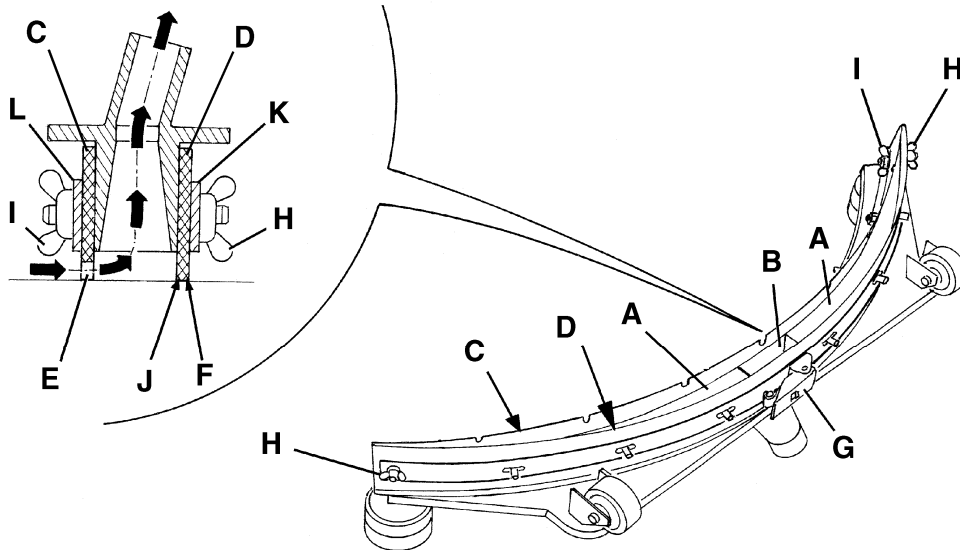
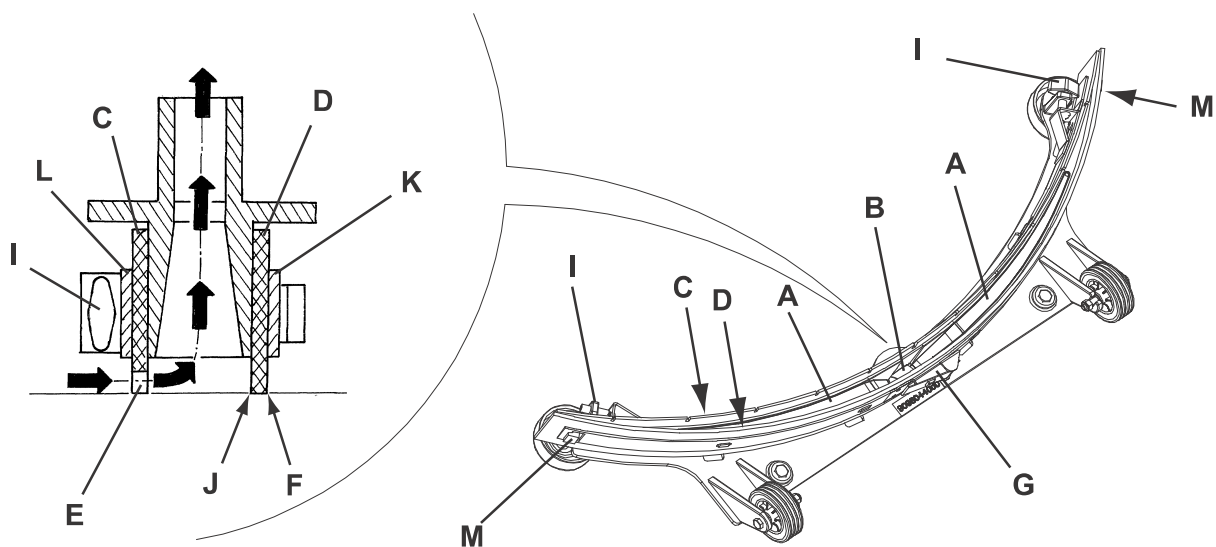

Abbildung 6
Abbildung 7
3. Sauglippe (25) mit dem Hebel (10) absenken.
4. Sterngriffe (26) lösen und Sauglippe (25) abnehmen.
5. Ansaugrohr (15) von der Sauglippe abnehmen.
6. Die Sauglippe aus Stahl (Abb. 6) oder aus Aluminium (Abb. 7) waschen und reinigen. Insbesondere die Räume (A, Abb. 6 oder 7) und das Loch (B) reinigen. Überprüfen, ob der vordere (C) und der hintere Gummi (D) unversehrt sind und keine Schnitte oder Risse aufweisen, gegebenenfalls austauschen (siehe nachstehender Absatz).
- Die Sauglippe aus Stahl (Abb. 6) oder aus Aluminium (Abb. 7) reinigen, und dabei wie angegeben im vorhergehenden Abschnitt vorgehen.
- Prüfen dass die Säume (E, Abb. 6 oder 7) des Vordergummi (C) und die Säume (F) des Hintergummi (D) gleichzeitig auf einer Richtplatte über ihre ganze Länge ruhen, ansonsten in der Höhe wie folgt beschrieben einstellen:
- Den Zugstab (G, Abb. 6 oder 7) und die Flügelmutter (H, Abb. 6) lockern bzw. die Sperren (M, Abb. 7) lockern; das Hintergummi (D, Abb. 6 oder 7) einstellen, die Flügelmutter anschrauben oder die Sperre ankuppeln, schließlich den Zugstab ankuppeln.
- Die Handräder (I) lockern und das Vordergummi (C, Abb. 6 oder 7) einstellen; schließlich die Handräder anschrauben.
- Prüfen dass das Vordergummi (C, Abb. 6 oder 7) und das Hintergummi (D) vollständig sind und keine Schnitte oder Risse aufweisen, ansonsten sie aus wie nachfolgend beschrieben wechseln. Überprüfen, ob die Vorderkante (J) des hinteren Gummi verschlissen ist. Gegebenenfalls Gummi umdrehen und eine der drei unversehrten Kanten als Vorderkante verwenden. Sind auch die anderen drei Kanten abgenutzt, Gummi wie folgt austauschen:
- Den Zugstab (G) lösen, die Flügelmutter (H) entfernen oder die Sperre (M) lockern, schließlich den Sperrstreifen (K) entfernen und das Hintergummi (D) auswechseln/umkehren.